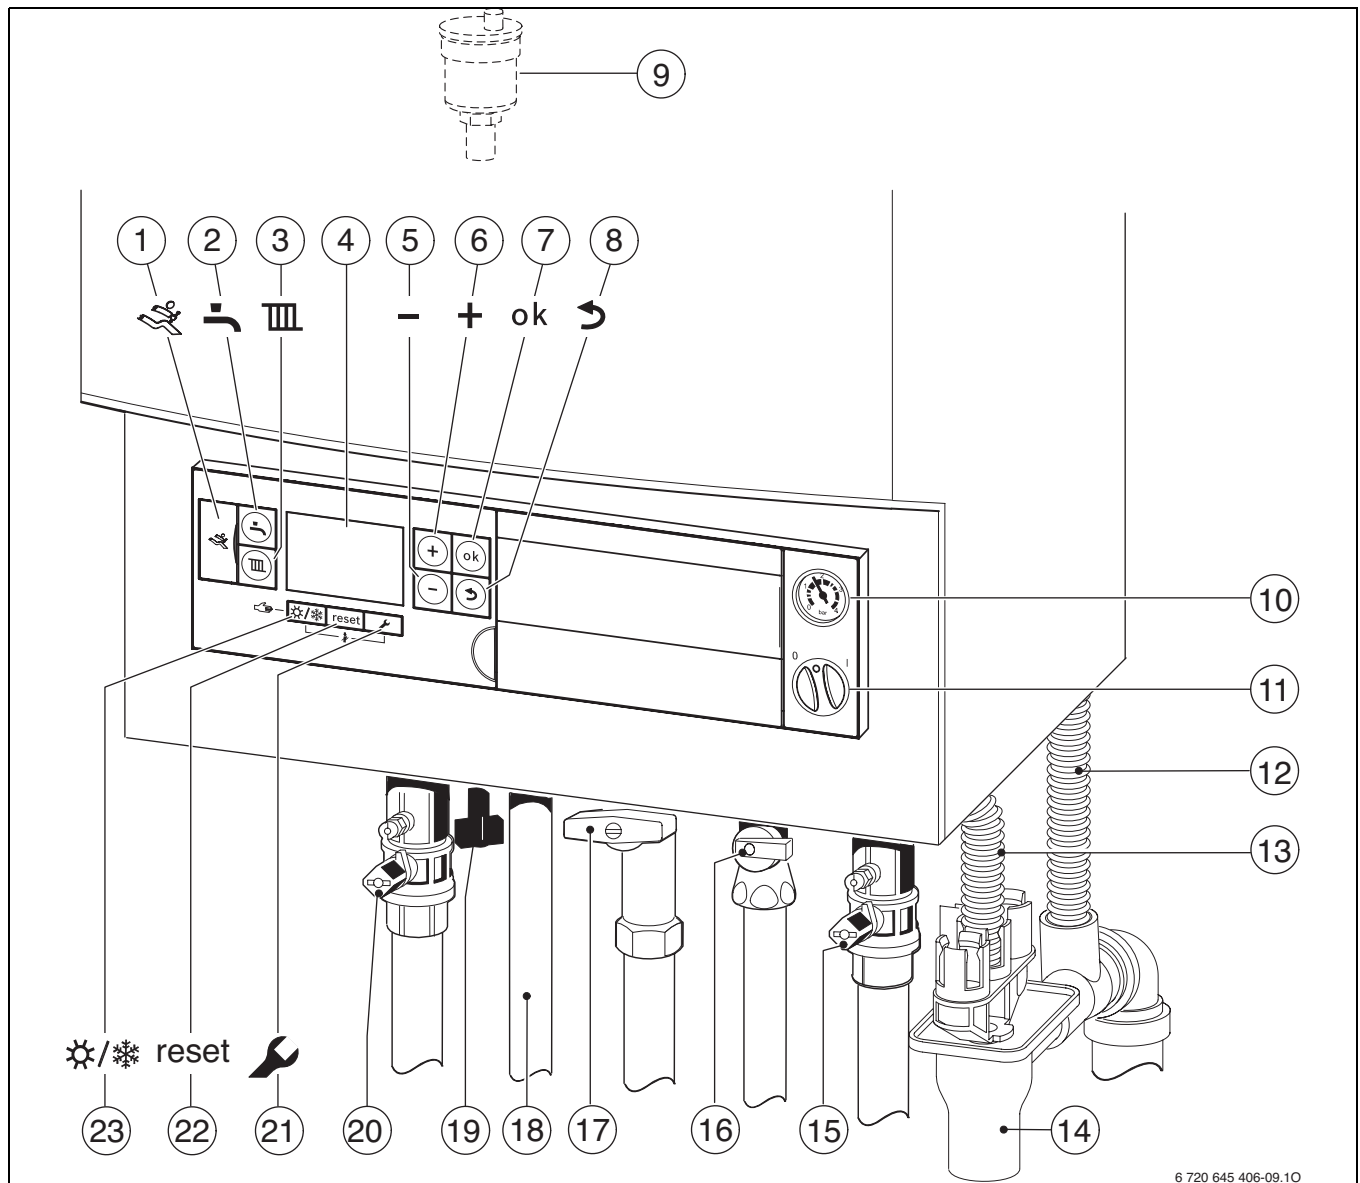

Fig. 21
- ▶ Con GB172-24K: aprire il rubinetto dell'acqua calda (→ fig. 21, [16]).
- ▶ Aprire i rubinetti di mandata e ritorno del riscaldamento (→ fig. 21, [15] e [20], pag. 26).
- ▶ Aprire il rubinetto del gas (→ fig. 21, [17]).
- ▶ Aprire il disaeratore automatico (far aprire) (→ fig. 21, [9], pag. 26).